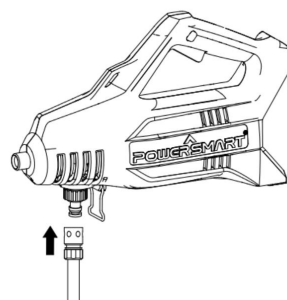

Fig.5
2. Attacher le tuyau flexible comme le montre la figure 5